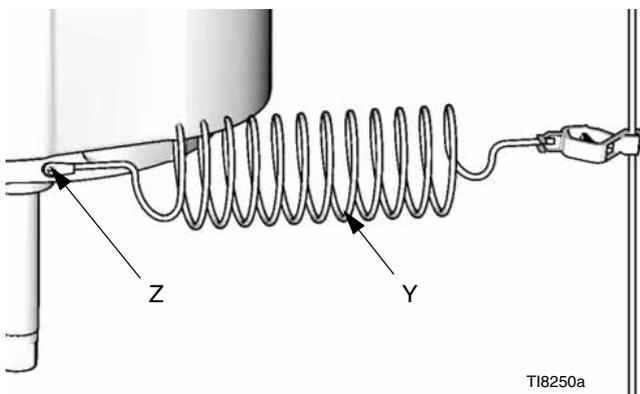

ABB. 1
**Pumpe:** Benutzen Sie die Erdungsschraube (Z) und die Federringe am Motor, um das Erdungskabel 244524 (Y) anzubringen. Ziehen Sie die Schraube fest an. Das andere Ende des Erdungskabels mit einem guten Erdungspunkt verbinden. Siehe ABB. 1.